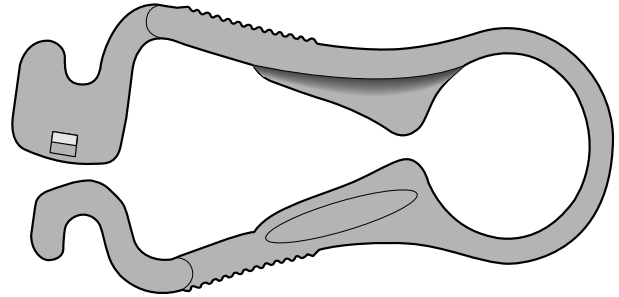
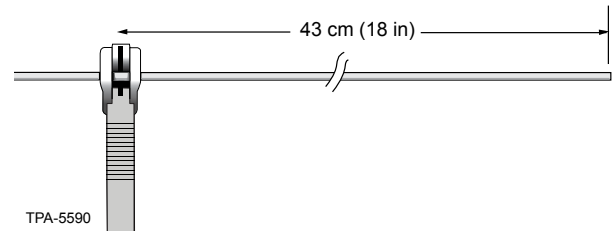

Abbildung 7
Abbildung 8
**Schritt 1:** Aderhülle in das 1,0-mm-Loch des Werkzeugs Ripley FTS-005 (Abbildung 7) wie in Abbildung 8 dargestellt etwa 45 cm (18 Zoll) vom Hüllendenende entfernt einlegen.